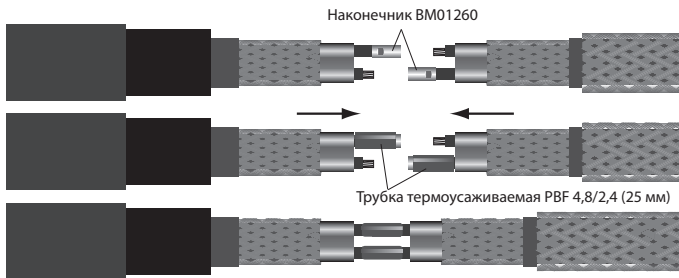

Рис. 6
5.7. Обжать при помощи ручного кремпера наконечник ВМ01260 на жиле большей длины на обеих соединяемых кабелях. Надвинуть на эти соединения трубки термоусаживаемые (поз. 4 состава комплекта) и завершить соединение токопроводящих жил. На место соединения сдвинуть трубки термоусаживаемые (поз. 4 состава комплекта) и усадить их с помощью воздушного термопистолета (рис. 6). Усадить трубку термоусаживаемую в промежутке между жилами, соединить термоусаживаемую трубку (поз. 5 состава комплекта) плоскогубцами (рис. 6).